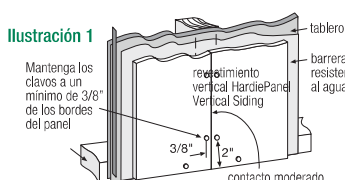
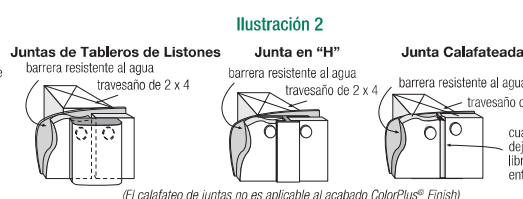

Ilustración 1
Ilustración 2
- Juntas Verticales – Instale los paneles con contacto moderado (ilustración 1), alternativamente, las juntas también se pueden cubrir con tableros de listones, juntas de PVC o de metal, o ser calafateadas (No es aplicable al acabado ColorPlus® Finish) (ilustración 2).